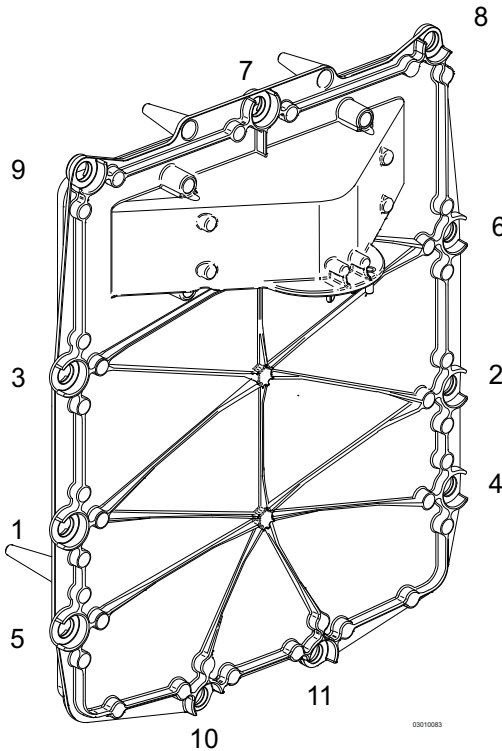

Abb. 109: Reihenfolge für das Anziehen der Pass-Schrauben
- ➔ Ziehen Sie die Pass-Schrauben gem. der in Abb. 109 angegebener Reihenfolge gleichmäßig kreuzweise von Hand an (10-12 Nm).